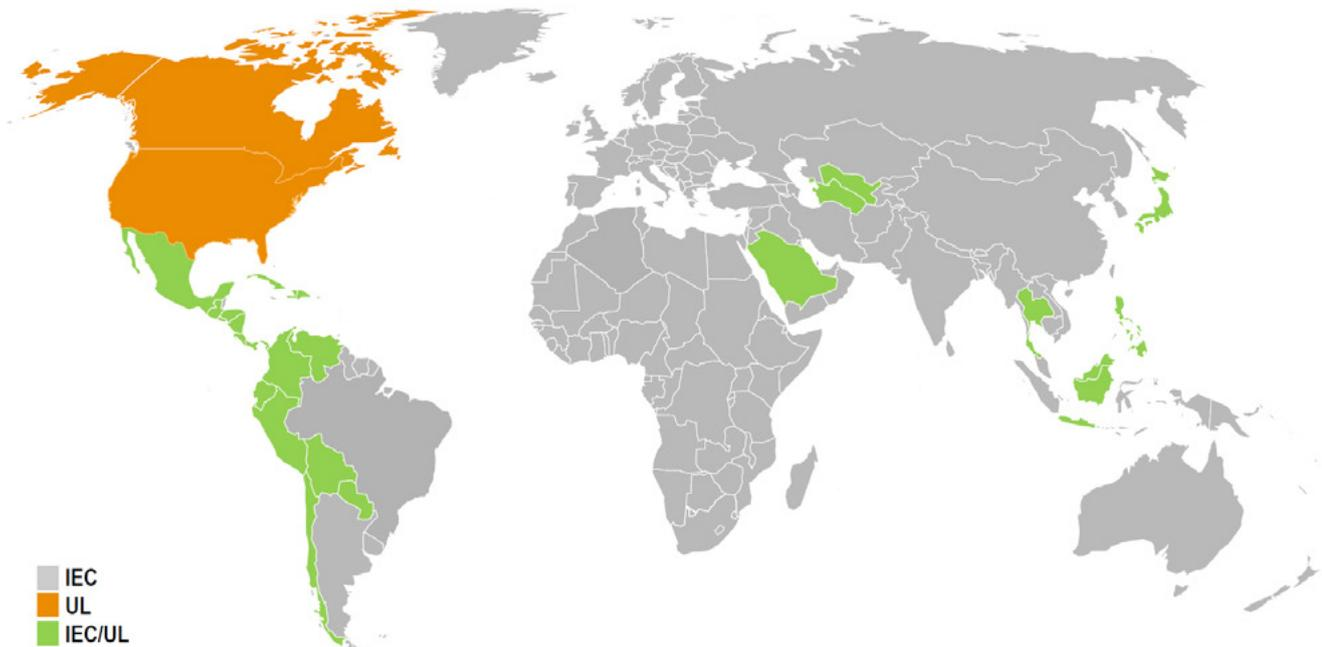

Abb. 4: Geltungsbereiche der IEC-, UL- und CSA-Normen, Quelle: Siemens
- Abbildung 4: Geltungsbereiche der IEC-, UL- und CSA-Normen, Quelle: Siemens
Vor ihrer Markteinführung werden heute elektronische Bauteile und Geräte hinsichtlich ihrer Sicherheit überprüft. Weltweit führende Organisationen für die Zertifizierung der Produktsicherheit sind die Underwriters Laboratories (UL) und die International Electrotechnical Commission (IEC). Jedes Produkt ist am Markt eines Landes nach den lokal geltenden Normen zu zertifizieren. So gelten in Europa und weiten Teilen der Erde die Normen der IEC, in den USA die UL-Normen und in Kanada jene der Canadian Standards Association, kurz CSA (vgl. Abb. 4). Die Standards weichen erheblich voneinander ab, was eine weltweite Produktzulassung erschwert. Allgemein sind die Anforderungen der UL höher als jene der IEC.